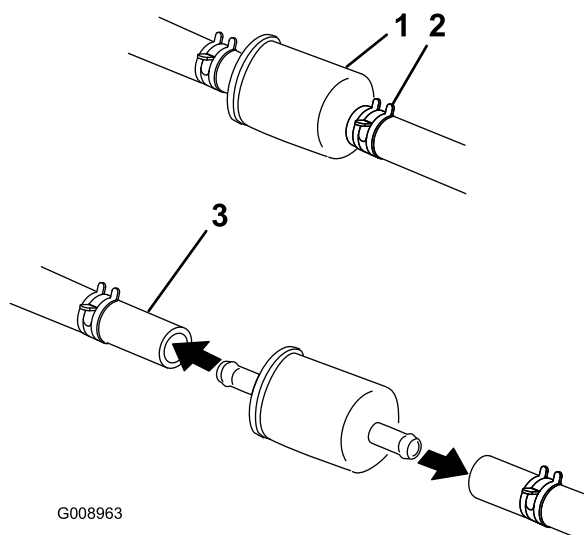

Figura 45
5. Chiudete la valvola di intercettazione del carburante dietro il sedile (Figura 45).
6. Premete le estremità delle fascette stringitubo ed allontanatele dal filtro (Figura 45).
8. Montate un nuovo filtro ed avvicinate le fascette stringitubo al filtro (Figura 45).